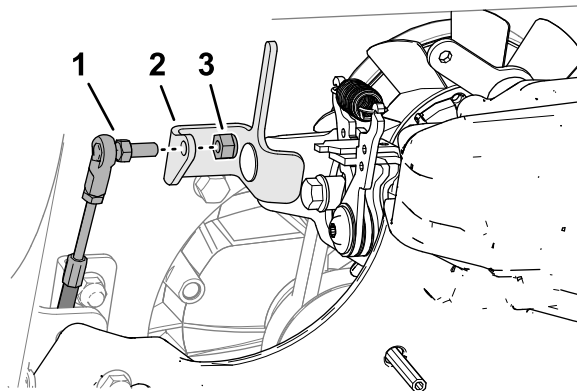

Figure 50
1. Retirez le contre-écrou (¼ po) qui fixe le câble de commande de déplacement au support de commande de la boîte-pont, et séparez le câble du support (Figure 50).